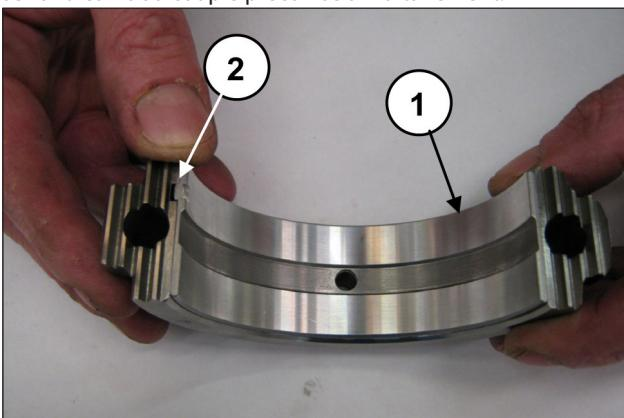

Fig. 67
Monter les demi-coussinets inférieurs sur les chapeaux (rep. ①, Fig. 67) en s'assurant que la languette de repère des demi-coussinets se trouve dans son logement sur le chapeau (rep. ②, Fig. 67).